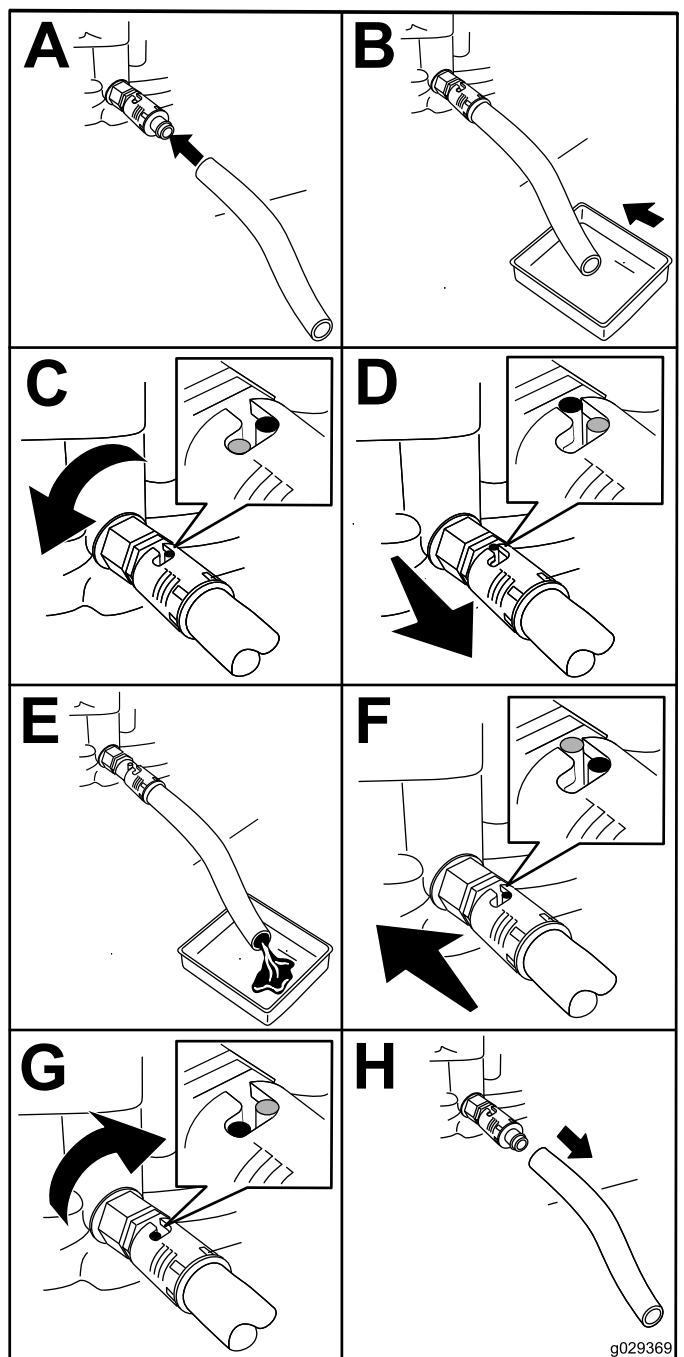

Figure 31
4. Branchez le flexible de vidange au robinet de vidange (Figure 31).
5. Placez l'autre extrémité du flexible dans un récipient approprié pour l'huile (Figure 31).
6. Tournez le robinet de vidange de 1/4 de tour dans le sens antihoraire pour commencer la vidange de l'huile (Figure 31).
7. Lorsque la vidange d'huile est terminée, tournez le robinet de 1/4 de tour dans le sens horaire pour le fermer (Figure 31).